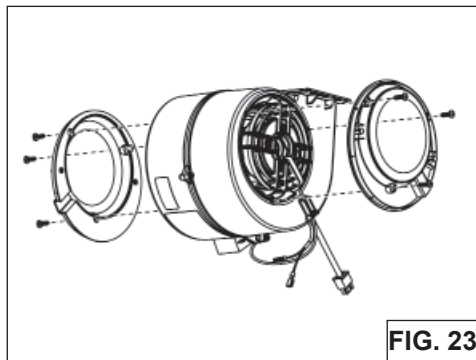

FIG. 23
2. Utiliser no.6 vis 1/2 x " , installez un support de filtre de chaque côté (fourni) de la soufflerie interne (Fig.23).